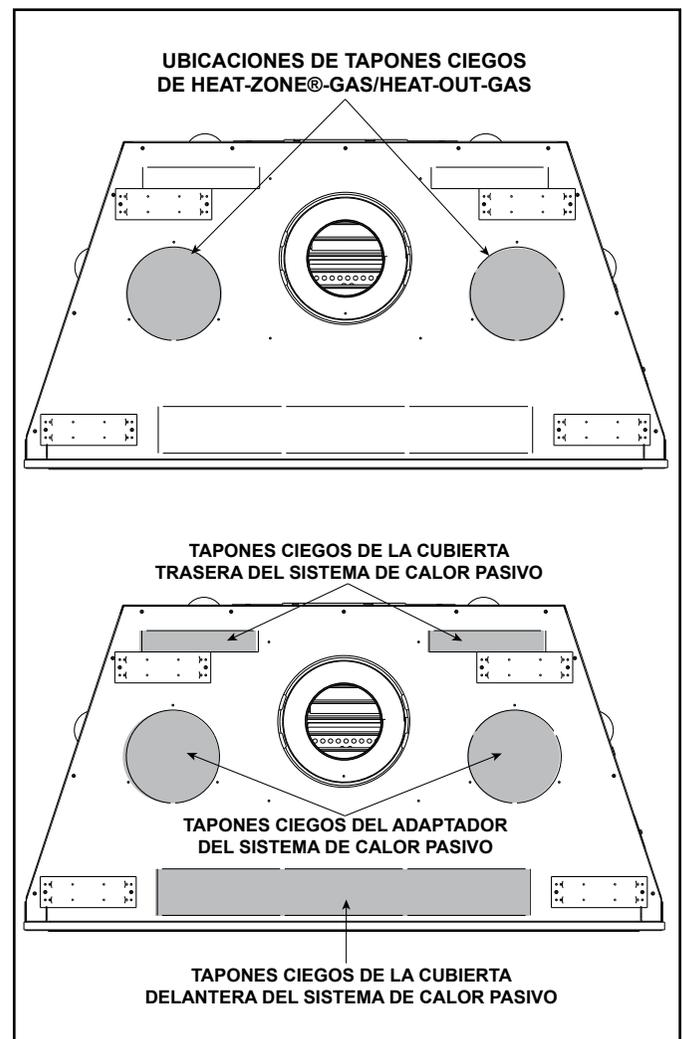

Figura 6.12 Ubicaciones de los tapones ciegos de gestión del calor
- Ubique los dos tapones ciegos para la gestión del calor en la parte superior del aparato. Retire el tapón ciego del hogar y deséchelo. Consulte la Figura 6.12. Se pueden instalar uno o dos sistemas de gestión del calor. Retire los tapones ciegos del aparato con una tijera para metal.
El sistema de calor pasivo se puede utilizar con HEAT-OUT-GAS o HEAT-ZONE®-GAS. Los tapones ciegos específicos, como se muestran en la Figura 6.12, se deben utilizar solo como se indica.